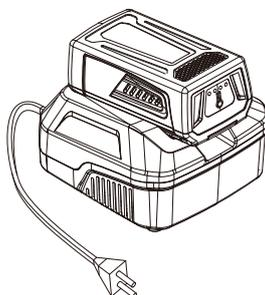

Рис.11
3) Когда индикатор батареи загорится зеленым и перестанет мигать, батарея полностью заряжена и ее можно будет вынуть из зарядного устройства. (См. Рис.11)